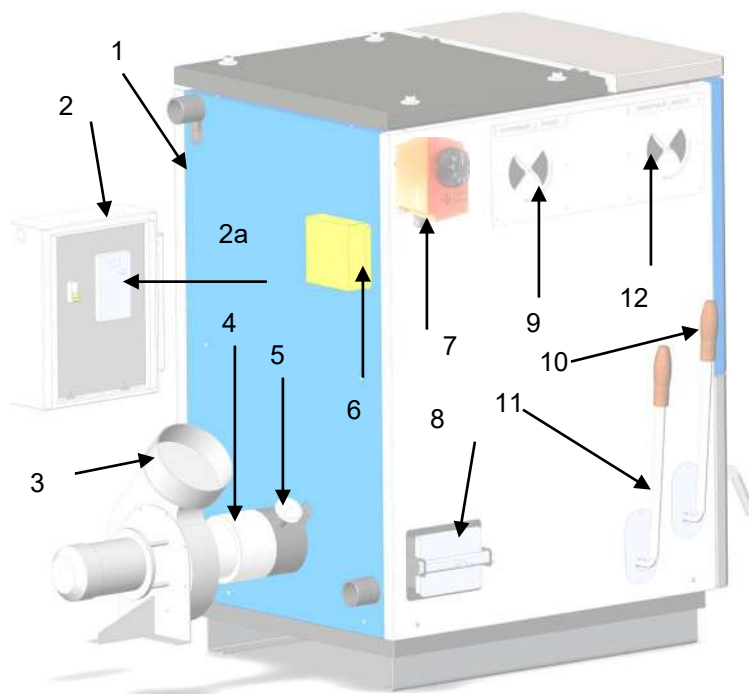
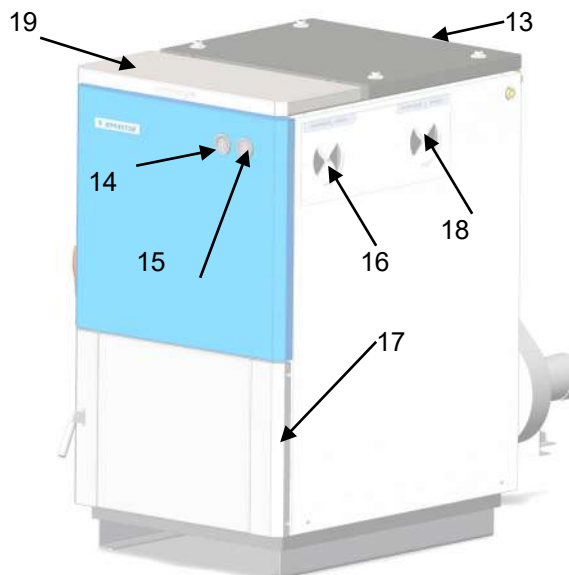

Рис. 1 Отопительный котел Прометей с обшивкой
Рис. 2 Отопительный котел Прометей 80кВт
Отопительный котел состоит (рис.1, рис.2):
- термостат ограничительный поз.7 рис.1;
- заслонки первичного поз.12 рис.1; поз.16 рис.2, вторичного воздуха поз.9 рис.1; поз.18 рис.2;
- дверцы топочной камеры поз.17 рис.2;
- рычагов встряхивания колосниковой решетки поз.10,11 рис.1;
- приборы наблюдения температуры поз.14 рис.2 и давления поз.15 рис.2 в системе отопления;
- блок управления дымососом поз.2 рис.1;
- дверца задняя поз.13 рис.2;
- дверца передняя (загрузочная) поз.19 рис.2;
- термометр дымовых газов 0-350 °С поз.5 рис.1;
- дымосос поз.3 рис.1;
- дверца прочистки поз.8 рис.1